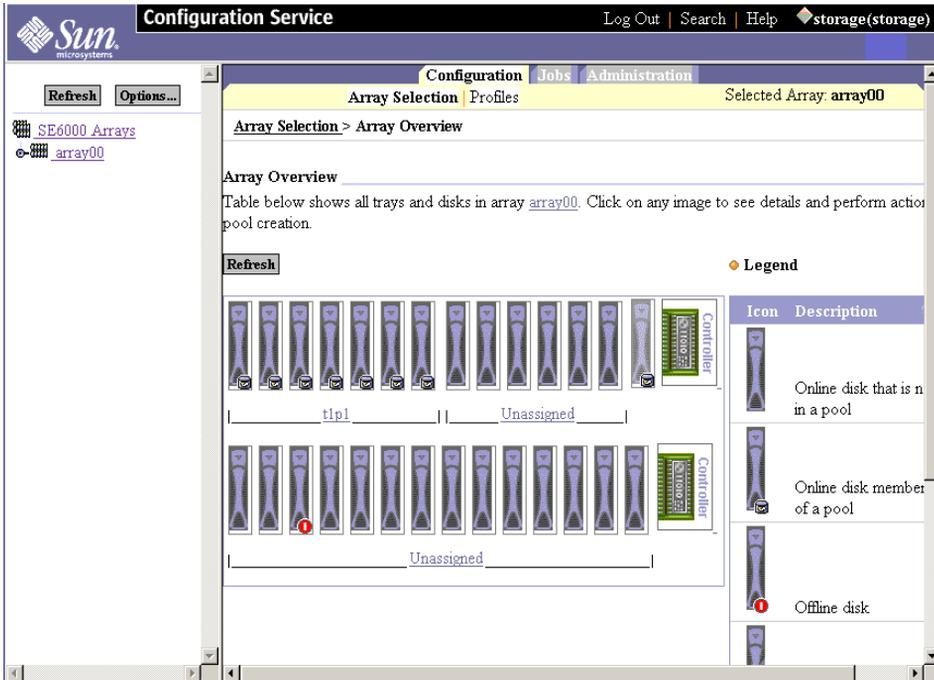

图 E-2 查看阵列概述图形
- Array Overview（阵列概述）窗口中的阵列图形（图 E-2）。